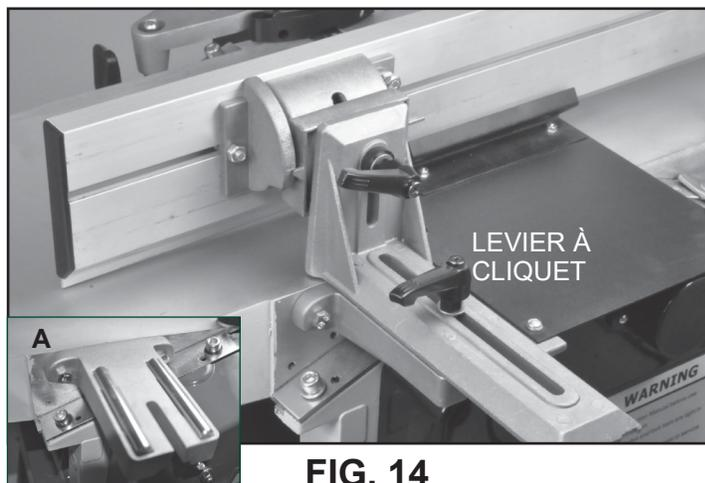

FIG. 14
1. Le support de support de porte-clôture (#240, FIG. 14, A) a été préinstallé sur le côté arrière de la table d'alimentation.